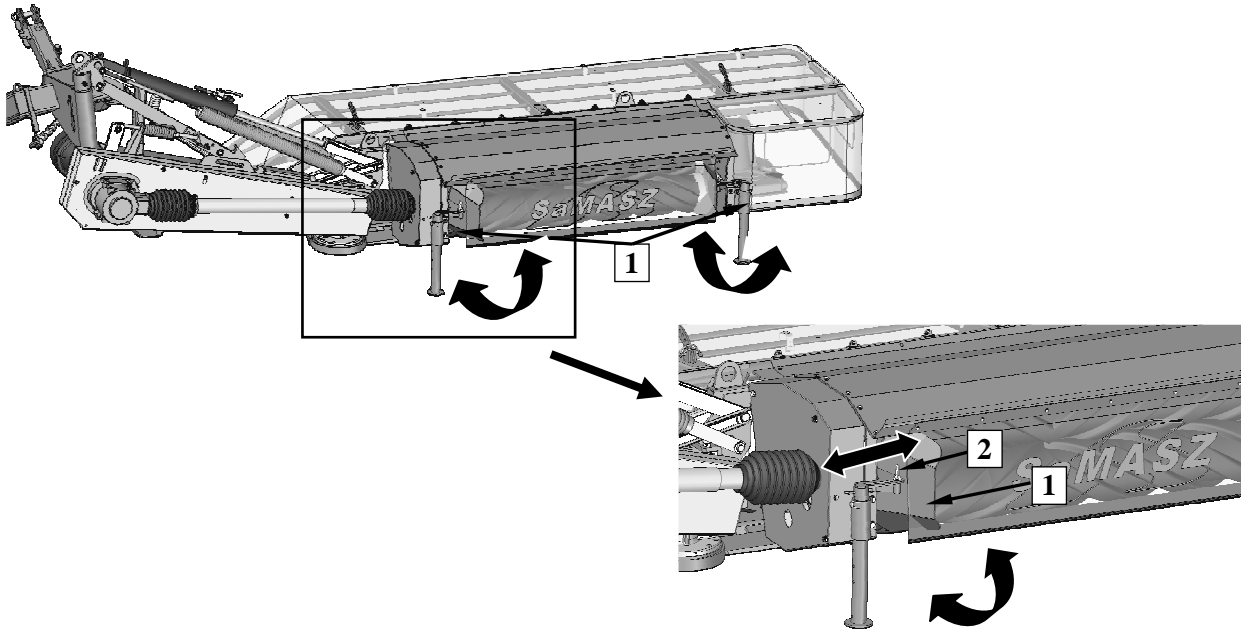

Рис. 21. Регулировка скребков покоса: 1- скребок покоса, 2 – регулировочный болт
С целью установки ширины покоса следует совершить регулировку скребков покоса (1) (Рис. 21) (касается: KDT 220 W, KDT 260 W):
- травить болт с петлей (2) скребка покоса,
- установить скребок покоса (1) в зависимости от требования,
- докрутить болт (2).